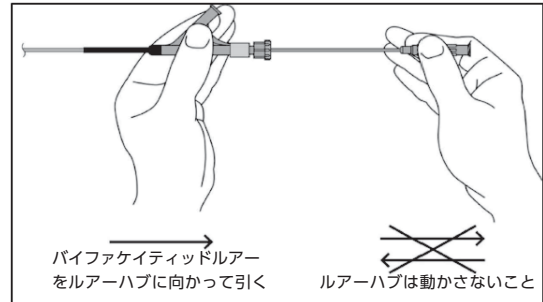

図3
2. ルアーハブの位置を固定したまま、バイファケイティッドルアーをルーアークハブの方へ引いてステントの展開を開始する(図3)。